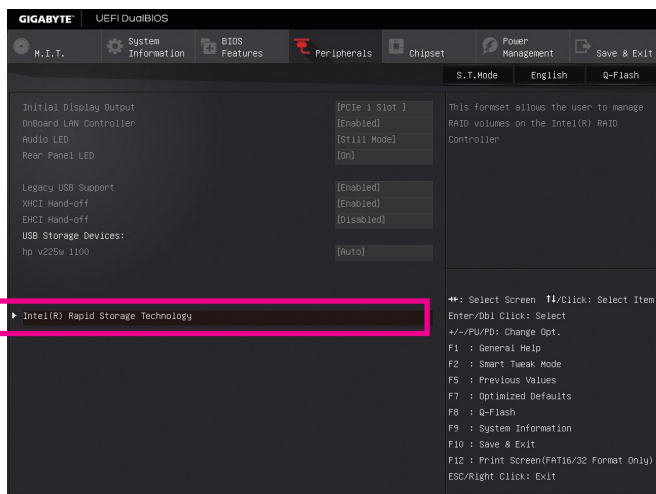

図 3
システムの再起動後、再度 BIOS セットアップに入ります。続いて **Peripherals**/Intel(R) Rapid Storage Technology サブメニューに入ります(図3)。